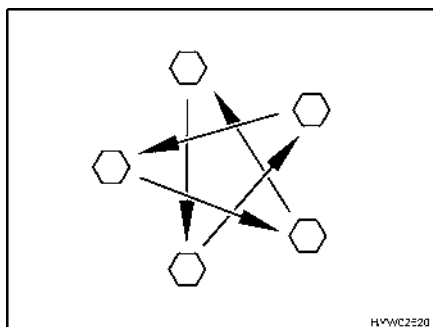

Fig. 192 Serrer en croix les écrous ou les boulons de roue
- Vérifier régulièrement le serrage des écrous ou des boulons de roues. Reserrer alternativement et en croix (Fig. 192) tous les écrous ou les boulons de roue 50 km après le changement d'une roue. Couple de serrage, voir paragraphe 14.5.2.
- ▷ Serrer en croix les écrous ou les boulons de roue (Fig. 192).